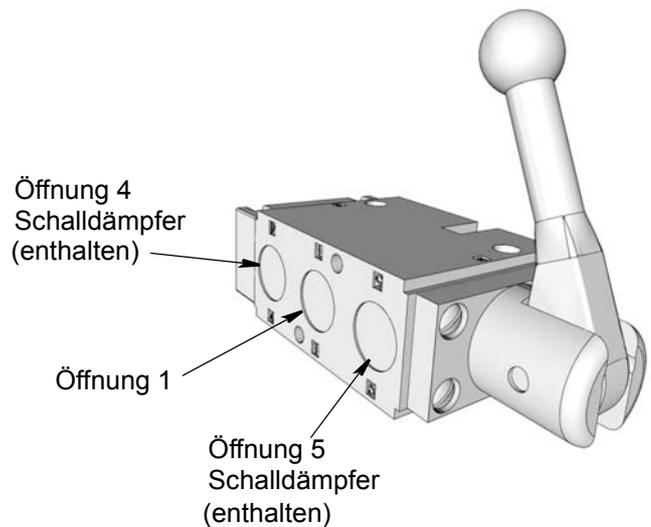

FIG. 13
- a. Öffnung 1 an pneumatische Stromzufuhrleitung anschließen (FIG. 13).